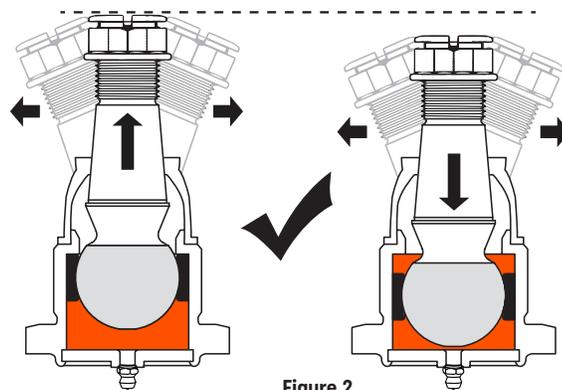

Figure 2
- Le joint à rotule avant supérieur TXMS25519 TTX de Mevotech peut à la fois glisser et se balancer entre le goujon et le boîtier pour compenser tout écart dans l'assemblage de l'essieu. Cette opération est normale. **Voir la figure 2.**